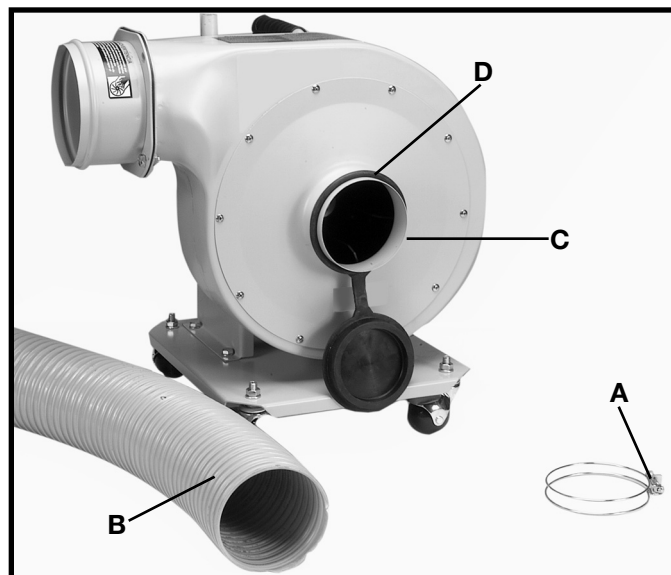
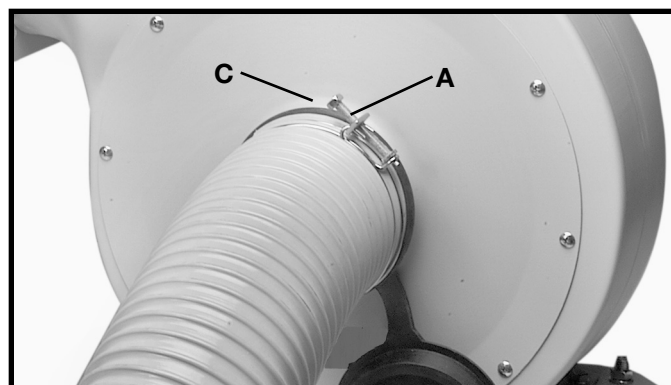

Fig. 15
Fig. 16
1. Coloque el soporte de la tapa de la entrada (D) sobre el colector de polvo de la manera que se muestra en la Fig. 15. **NOTA: NO CUBRA EL ORIFICIO DE ENTRADA CON LA TAPA DE LA ENTRADA CUANDO ACOPLE LA MANGUERA AL ORIFICIO DE ENTRADA.**
2. Coloque la abrazadera de manguera (A), Fig. 15, en un extremo de la manguera de aspiración (B) y deslice la manguera alrededor del conector (C), de la manera que se muestra en la Fig. 16. Apriete la abrazadera de manguera (A).